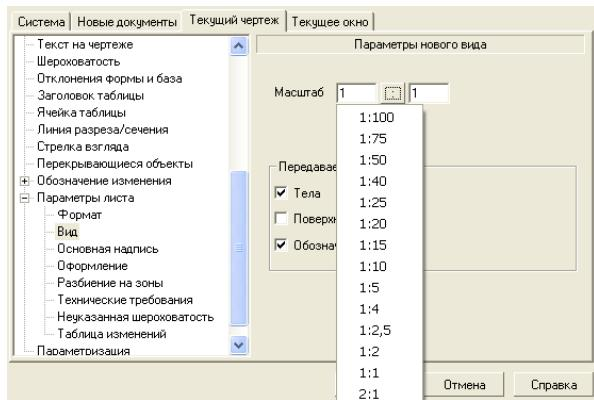

Рисунок 8.16 – Диалоговое окно Параметры с открытой вкладкой
- щелкните в дереве элементов чертежа по пункту *Параметры листа*, если он не раскрыт, а затем – по пункту *Вид*. В правой части появится панель *Параметры нового вида*, показанная на рисунок 8.16.